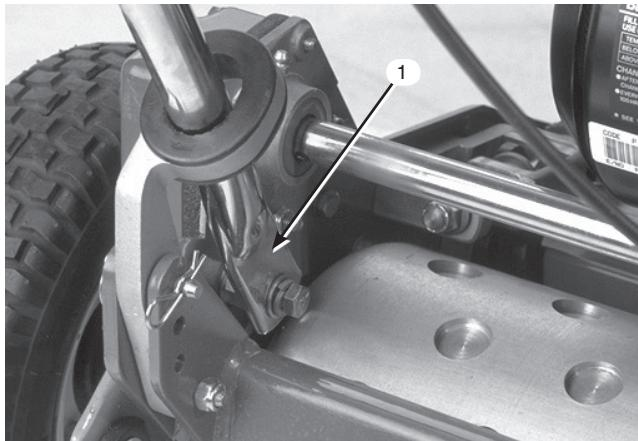

図2
- ハンドルの端を内側にたわめながら、取り付けピンに通す(図2)。
- 先ほど外したキャップスクリュとワッシャとロックワッシャを使って、ハンドルの端部を取り付けピンに固定する(図2)。
- 先ほど外したキャップスクリュとロック・ワッシャを使って、ハンドル・アームの下部を機体の左右に固定する(図2)。ハンドル・アームの取り付け穴にブッシュを入れるのを忘れないこと。
- 先ほど取り外したヘアピン・コッターとリング・ピンを使ってハンドル・アームをフレームに固定する(図2)。